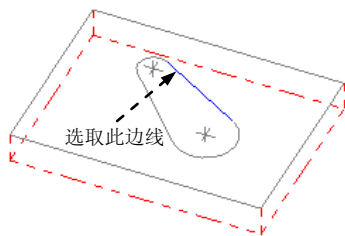
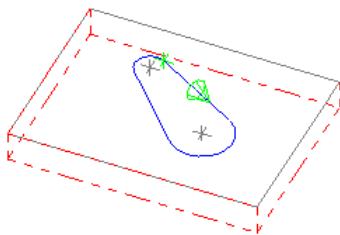

图 4.3.9 选取区域
图 4.3.10 定义区域
Step2. 设置加工区域。在图形区中选取图 4.3.9 所示的边线, 系统自动选择图 4.3.10 所示的边链, 单击 按钮, 完成加工区域的设置, 同时系统弹出图 4.3.11 所示的“2D 刀路-挖槽”对话框。